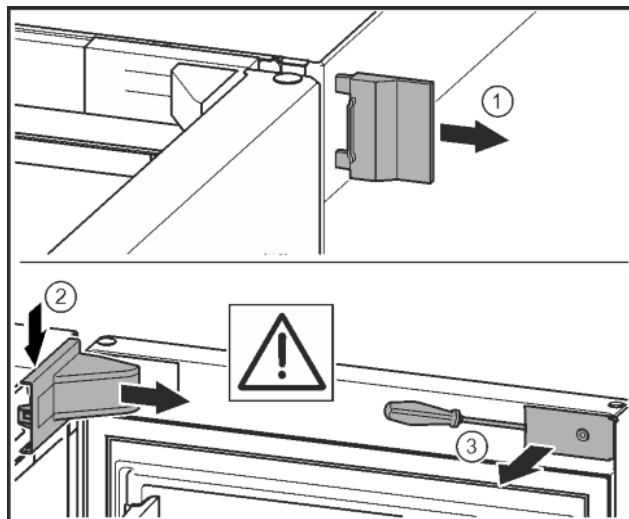

Fig. 10
► Снять внешнюю крышку. Fig. 10 (1)
► При помощи отвертки освободить крышку опорного кронштейна и отсоединить. Снять крышку опорного кронштейна. Fig. 10 (2)
► Шлицевой отверткой вывести накладку из зацепления и отвести в сторону. Fig. 10 (3)